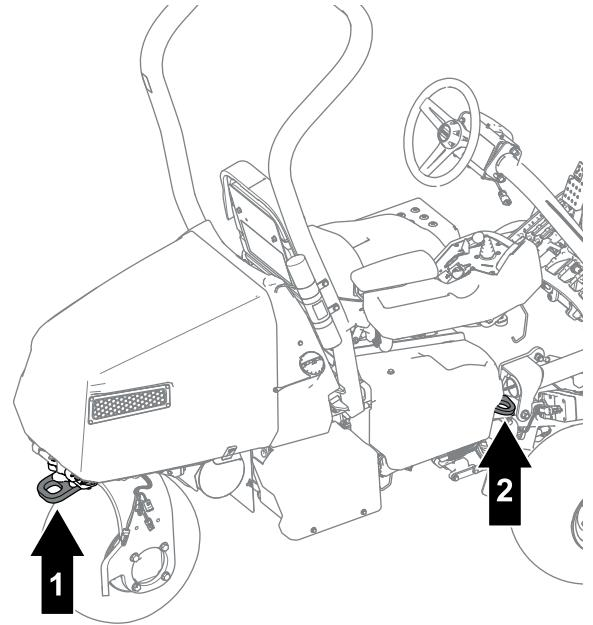

Figure 40
- Arrimez solidement la machine au moyen de sangles, chaînes, câbles ou cordes. Les sangles avant et arrière doivent être dirigées vers le bas et l'extérieur de la machine (Figure 40).